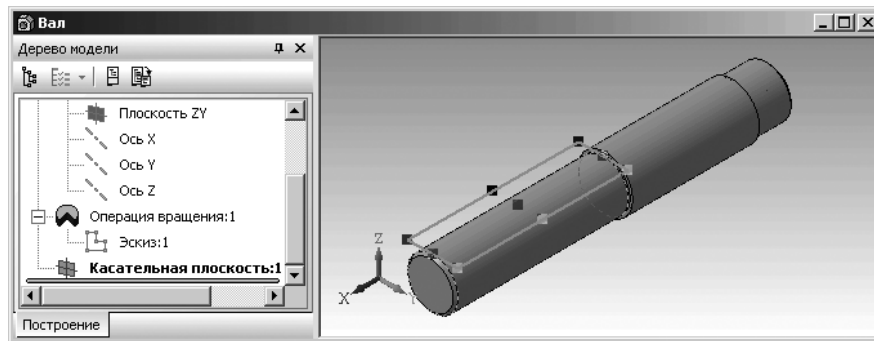

Рис. 2.90. Результат построения **Касательной плоскости**
- щелкните в **Дерево модели** по пункту **Касательная плоскость:1**, для его выделения. Указанная плоскость выделится и в окне модели (рис. 2.90).